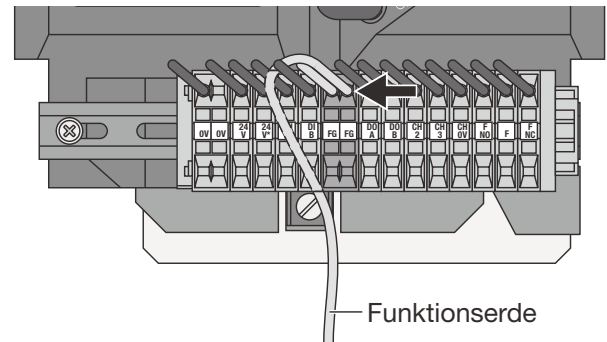
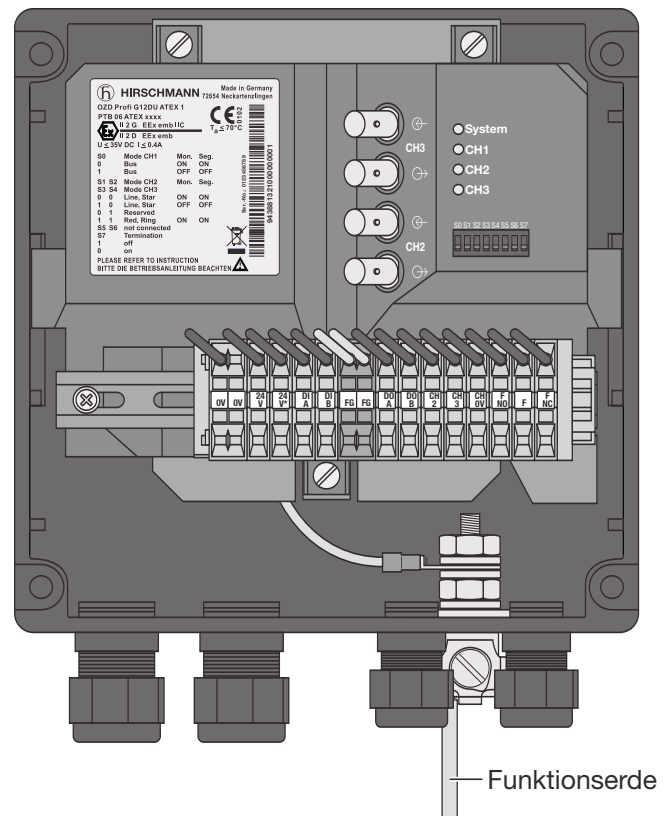

Abb. 24: Klemmleiste - Anschluss der Funktionserde beim OZD Profi G12DU ATEX 1
Abb. 25: Anschluss der Funktionserde beim OZD Profi G12DK ATEX 1
Hinweis: Die Klemmen sind bei den OZD Profi ... DK ... und OZD Profi ... DE ... auf eine von außen zugängliche Klemme geführt (siehe Abbildung 25).
- ▶ Schließen Sie die Leitung für Funktionserde beim OZD Profi ... DK ... an der Klemmleiste (siehe Abbildung 24), beim OZD Profi G12DK ATEX 1 und OZD Profi G12DU ATEX 1 (siehe Abbildung 25) an der von außen zugänglichen Klemme an.